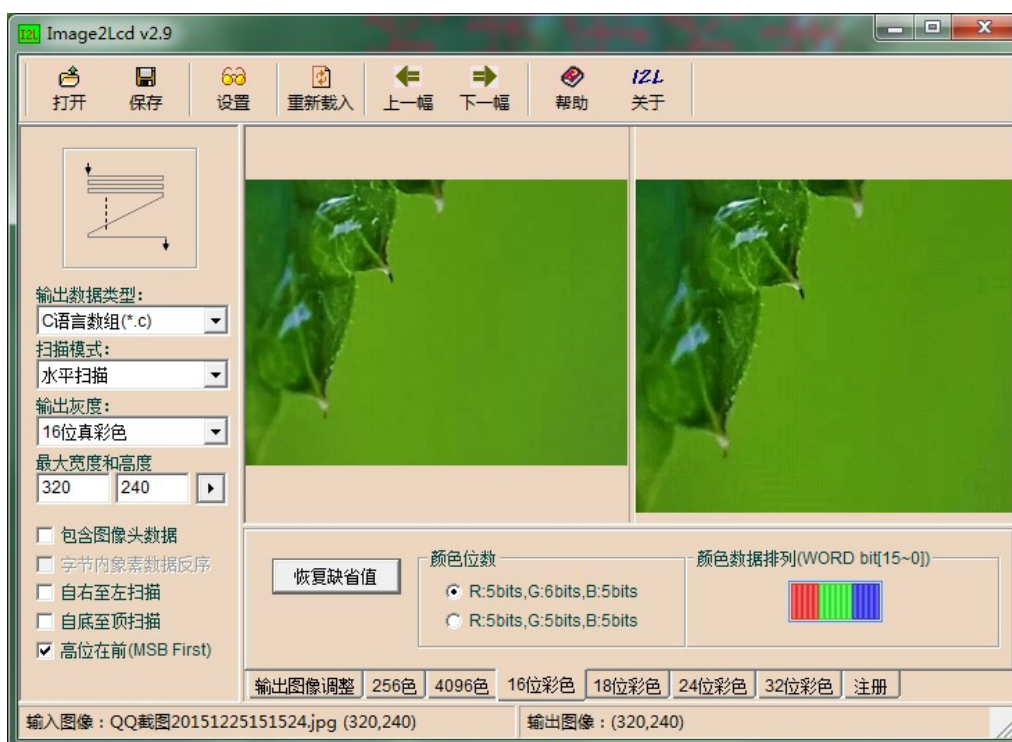

图 2-14-2 图片取模软件界面
1、打开图片取模软件，取模软件的界面如下图 2-14-2 所示。